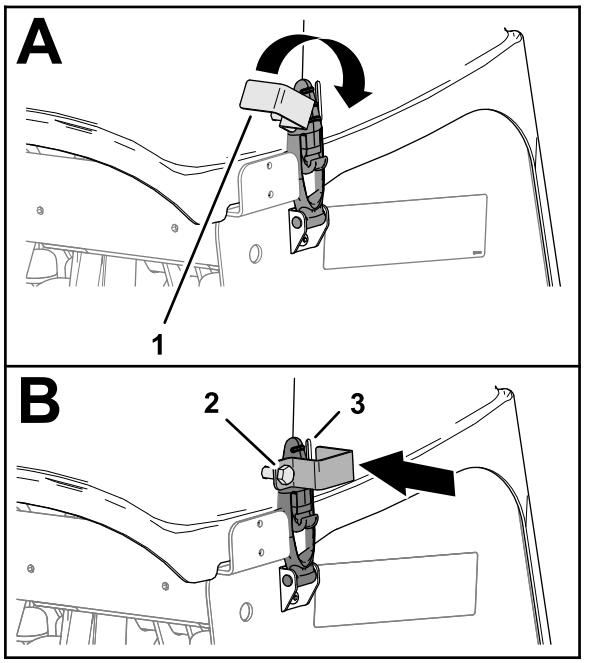

Figura 154
3. Si la máquina tiene seguros de cierre CE, gire la placa del seguro hasta que se alinee con la ranura en el lateral de la cubierta del cabezal de perforación (Figura 154).
- 4. Apriete el perno de la placa del seguro (Figura 154).